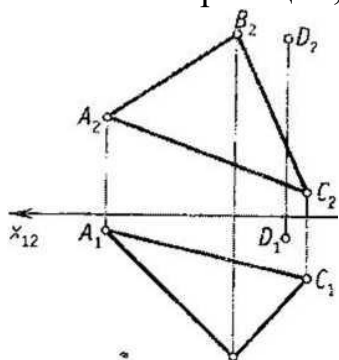

Рисунок 1.1.
2. Через точку D провести прямую, перпендикулярную плоскости $A(ABC)$ общего положения, (рисунок 1.1)